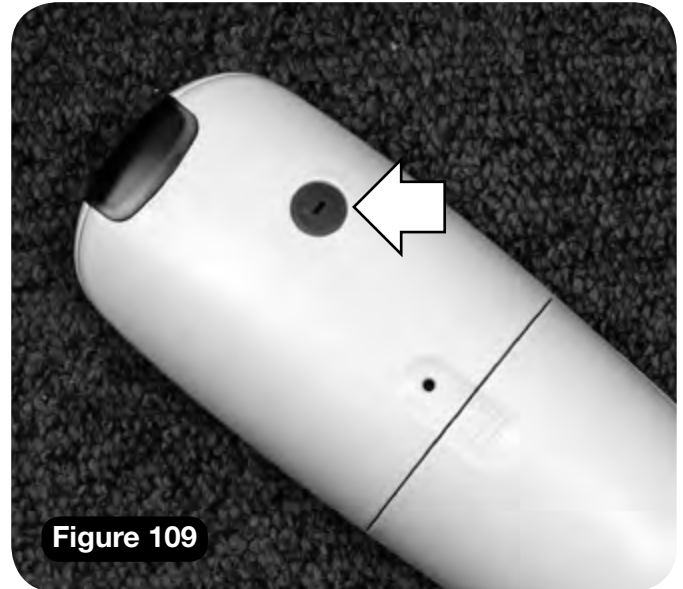
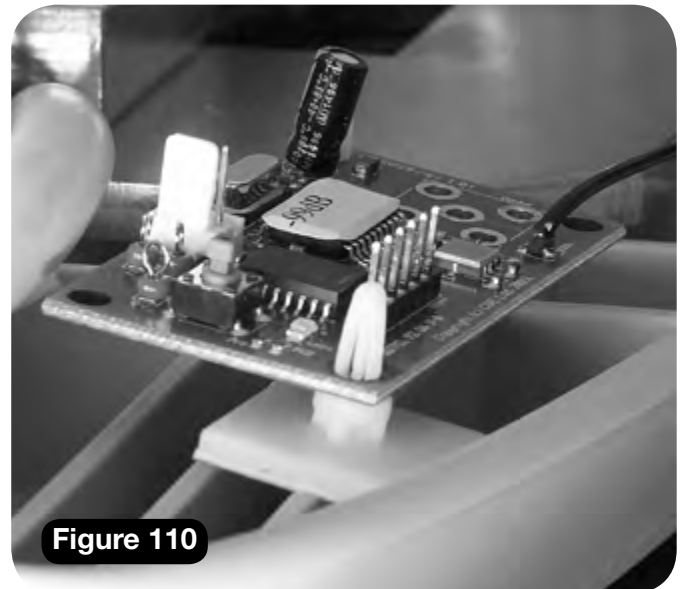

Figure 109
Figure 110
En fonction des exigences de l'installation, la gamme 2000 de monte-escaliers est livrée soit avec des télécommandes à infrarouges soit à radiofréquence. A l'arrière, la télécommande infrarouge est dotée d'un couvercle de commutateurs DIP rouge tandis que le couvercle de la télécommande à radiofréquence est vert (**Figure 109**). En cas de doutes concernant votre modèle de télécommande, consultez le schéma de votre appareil, ou déposez le dessous du bloc et regardez si une carte de récepteur radio est présente (**Figure 110**).
**i** Avec un petit tournevis, déposez le capuchon du commutateur DIP rouge (**Figure 109**).